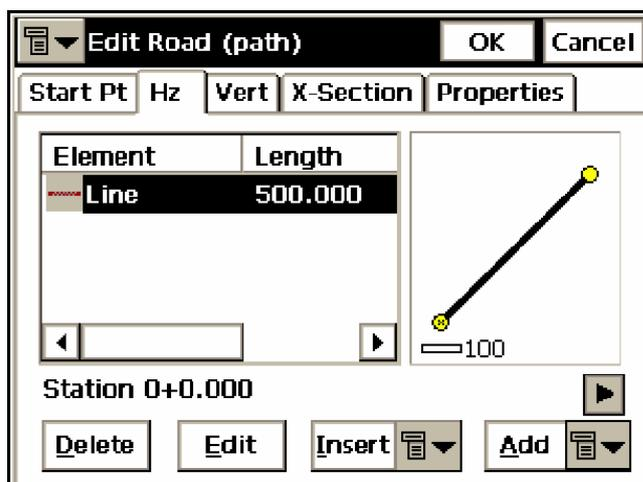

Рисунок 4-34. Добавить трассу - горизонтальные разбивочные элементы
- Выбрав вкладку *Hz (План)*, добавьте плановые разбивочные элементы и исходные точки (или соединение) для каждого элемента (рис. 4-34).